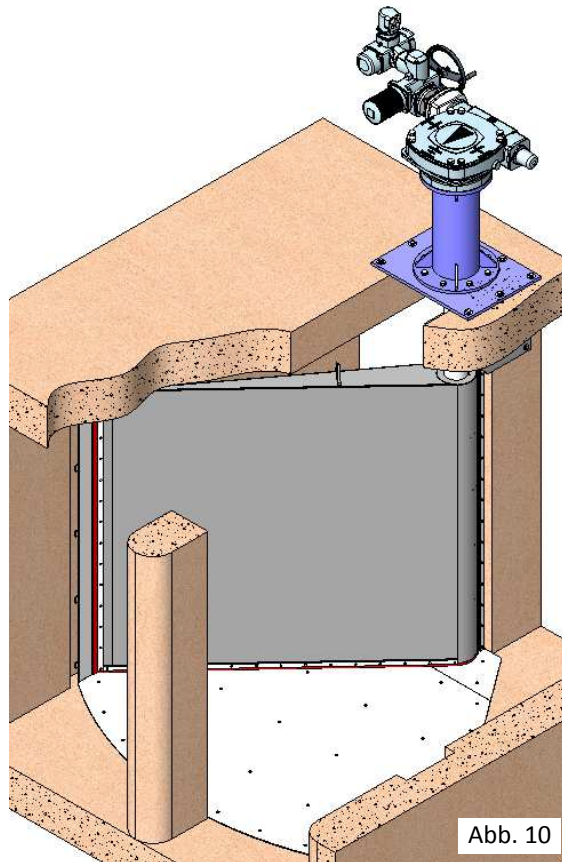

Abb. 10
- Die Schieberplatte mithilfe des Antriebs drehen, bis die Dichtung des einen Endes (Nr. in Abb. 18) das Moment der seitlichen Kanalwand erreicht (Abb. 10).